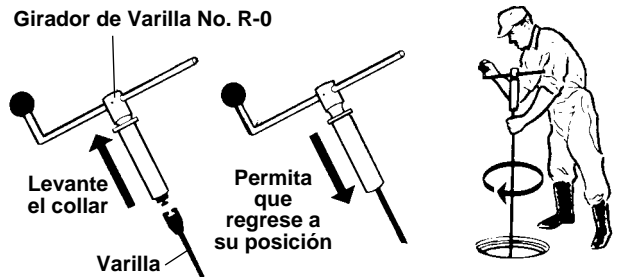

Figura 7 – Girador de varilla manual
13. Extraiga el girador de varillas (Figura 7).